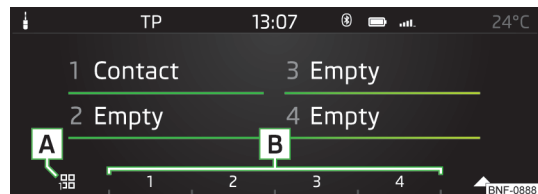

Fig. 115
- Presionar varias veces la tecla de función **A** » **fig. 115** para seleccionar el grupo deseado.
- Para iniciar la **conexión**, presionar la tecla de función del contacto **B** » **fig. 115** deseado.